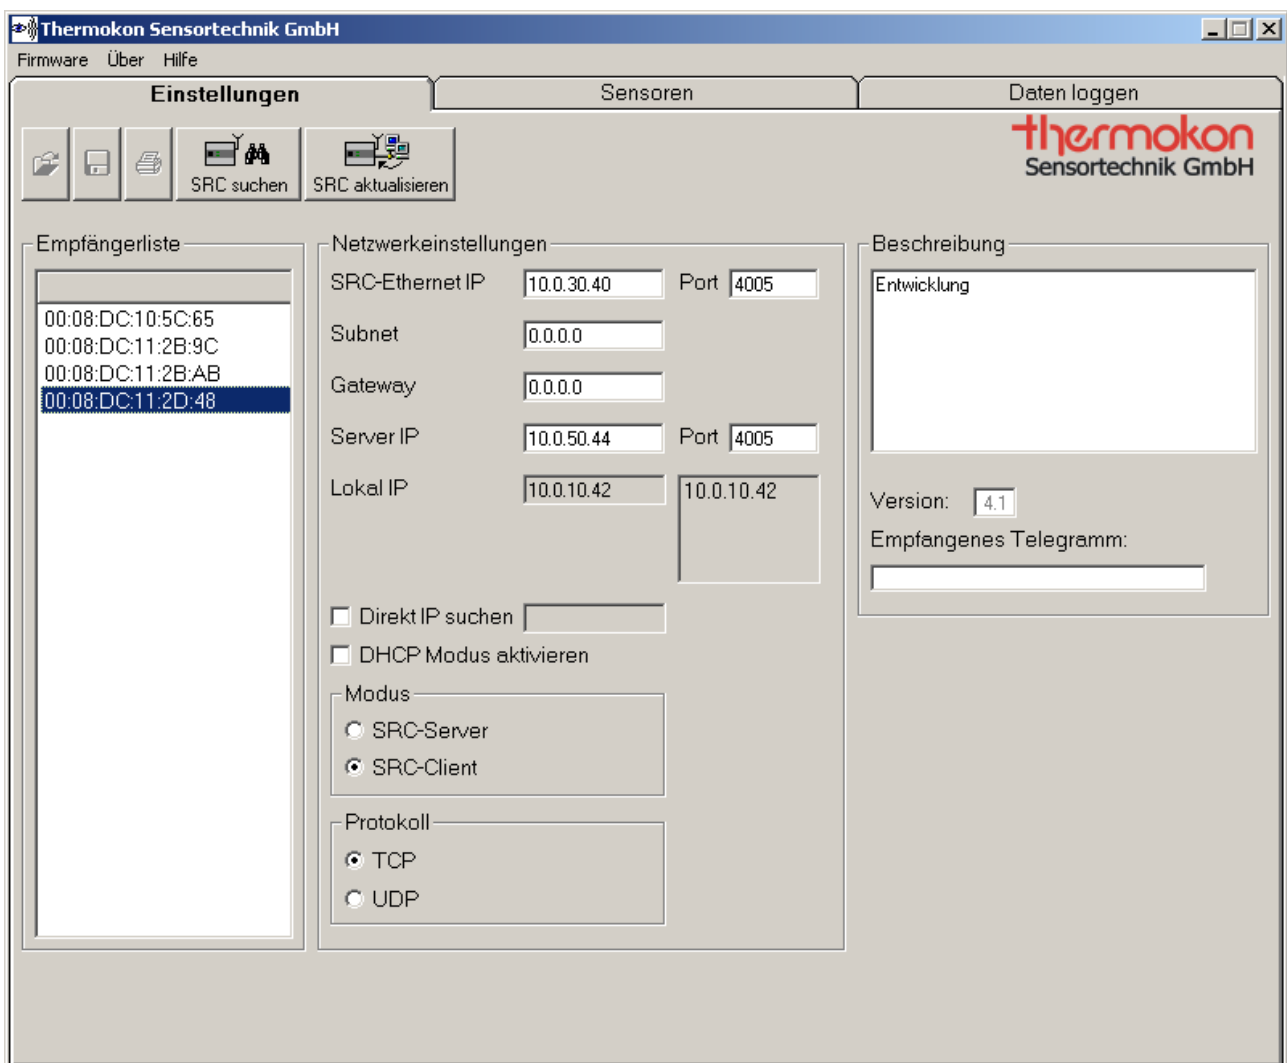

Abbildung 3-1: Reiter Einstellungen
Die Konfigurationssoftware besteht im Wesentlichen aus drei Bedienoberflächen (Reiter). Im ersten Reiter „Einstellungen“ werden die am Ethernet aktuell angeschlossenen Funkempfänger mit ihren dazugehörigen IP-Adressen angezeigt. Der zweite Reiter „Sensoren“ ist zum Konfigurieren der Sensor-Adressen (Sensor ID). Im dritten Reiter „Daten loggen“ stehen Diagnosefunktionen zur Verfügung, mit der Sensoren mitgeloggt werden können. Abbildung 3-1 zeigt den Reiter „Einstellungen“, der automatisch nach Programmstart aktiv ist.
2. Die zweite Datei ist eine Adressvorlage. Mit dieser können Netzwerkeinstellungen und Sensor IDs im Reiter „Sensoren“ mit dem Button  (siehe Abbildung 3-1) gespeichert werden. Gespeichert wird die Adressvorlage-Datei mit der Endung „*.adr“ (name.adr). In dieser Adressvorlage-Datei sind zusätzlich die Beschreibung des Funkempfängers sowie alle Sensorinformationen inklusive den Sensor IDs gespeichert. Die Adressvorlage kann durch den Button  (siehe Abbildung 3-1) wieder geladen werden. Dadurch ist es möglich Sensor IDs aus einer Datei in den Funkempfänger zu übertragen.
Der Aufbau des Reiters „Einstellungen“ ist in Abbildung 3-1 dargestellt. Im folgenden werden die einzelnen Funktionen näher erläutert.